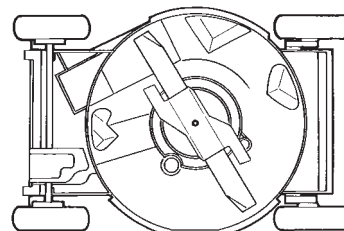

Figure 21
4. Basculer la tondeuse du côté gauche (Fig. 21).